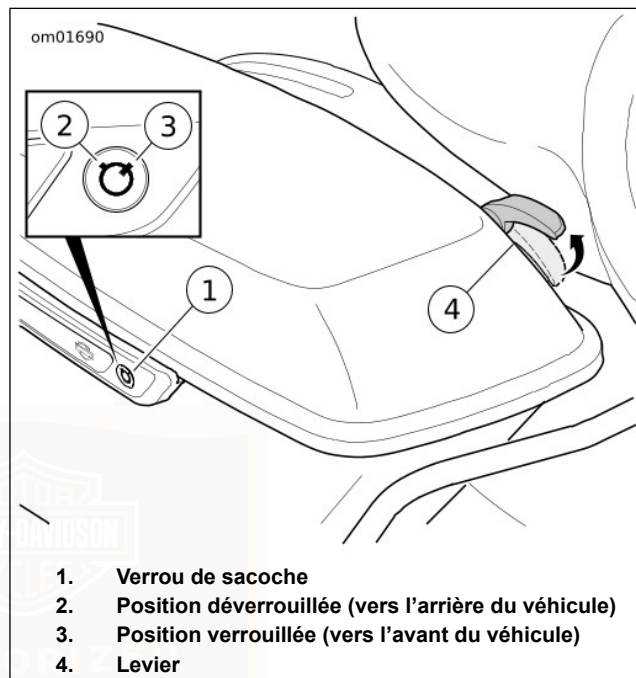

Figure 56. Sacoche
1. Voir Figure 56 . Déverrouiller la sacoche à l'aide de la clé.
1. Voir Figure 56 . Fermer le couvercle de la sacoche.
1. Voir Figure 56 . Ouvrir la sacoche.